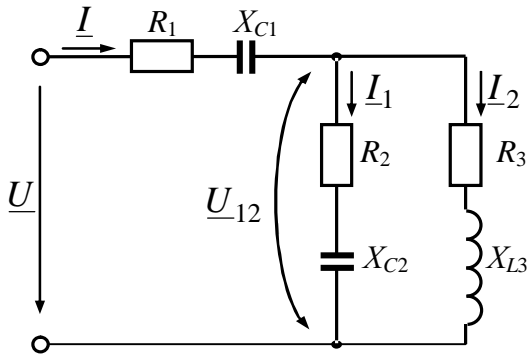

Рис. 3.24
**3.139.** Знайти розподіл струмів електричного кола змінного струму (рис. 3.24), визначити напруги  $U_1$  і  $U_{12}$  на ділянках кола, побудувати векторну діаграму, якщо напруга джерела живлення 100 В, активні й реактивні опори:  $R_1 = 2$  Ом;  $R_2 = 3$  Ом;  $R_3 = 8$  Ом;  $X_{L3} = 6$  Ом;  $X_{C1} = 2$  Ом;  $X_{C2} = 4$  Ом. Задачу розв'язати із застосуванням законів Кірхгофа.
**3.143.** Знайти розподіл струмів і напруги на ділянках електричного кола змінного струму рис. 3.24. Побудувати векторну діаграму напруги і струмів. Напруга джерела живлення 200 В. Опори резисторів:  $R_1 = 4 \text{ Ом}$ ;  $R_2 = 3 \text{ Ом}$ ;  $R_3 = 8 \text{ Ом}$ , ємнісні та індуктивні опори:  $X_{C1} = 4 \text{ Ом}$ ;  $X_{C2} = 4 \text{ Ом}$ ;  $X_{L3} = 6 \text{ Ом}$ . Задачу розв'язати із застосуванням законів Кірхгофа.